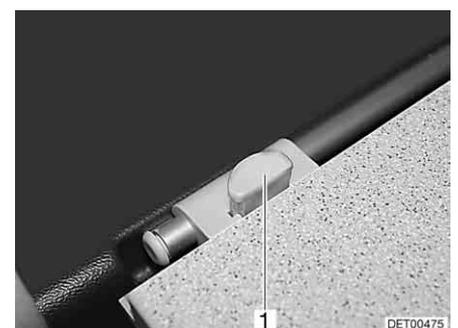

Bild 72 Verriegelung Tischplatte
- An der Verriegelung der Tischplatte den Entriegelungsknopf (Bild 72,1) drücken.